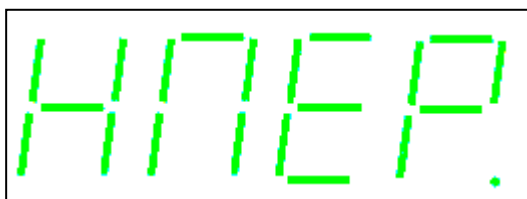

Рис. 4.3. Сообщение о переполнении допустимого диапазона параметра
*При переполнении максимально допустимого количества измерений в серии прибор отобразит сообщение «НПЕР.» как показано на рис. 4.3.*